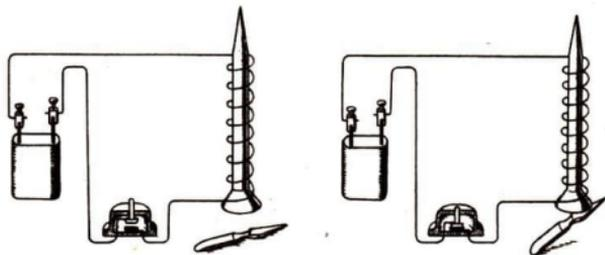

Abb. 276
**1. Der Elektromagnet - Die elektrische Klingel.** Ein Versuch soll uns die Wirkungsweise des Elektromagneten erklären: Wir umwickeln einen dicken eisernen Nagel (keinen Stahl Nagel!) mit isoliertem Kupferdraht. Durch den Draht schicken wir elektrischen Strom und bringen eine Stahlfeder in die Nähe des Nagelkopfes (Abb. 276). Der Eisennagel ist ein Magnet geworden und zieht die Feder an. Beim Unterbrechen des Stromlaufes fällt die Feder wieder ab. Schließe und öffne den Stromkreis mehrmals! Den in der Drahtspule steckenden Nagel bezeichnet man als *Eisenkern*. Fließt Strom durch die Spule, dann wird der Eisenkern magnetisch, und wir sprechen von einem **Elektromagneten**.